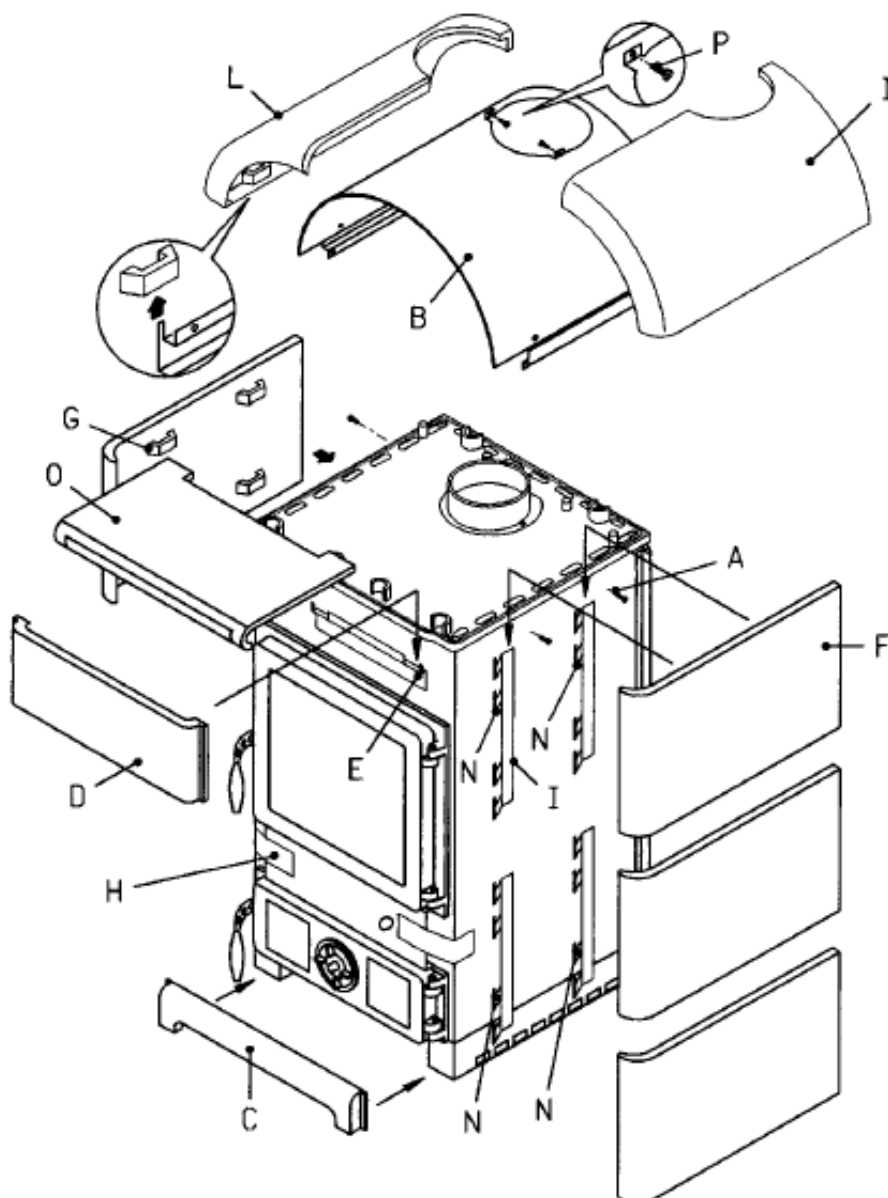

Figure 9
- 1- Dévisser les 4 vis (Figure 9 – **A**), qui se trouvent dans la parie supérieure du poêle sous la taque en fonte.